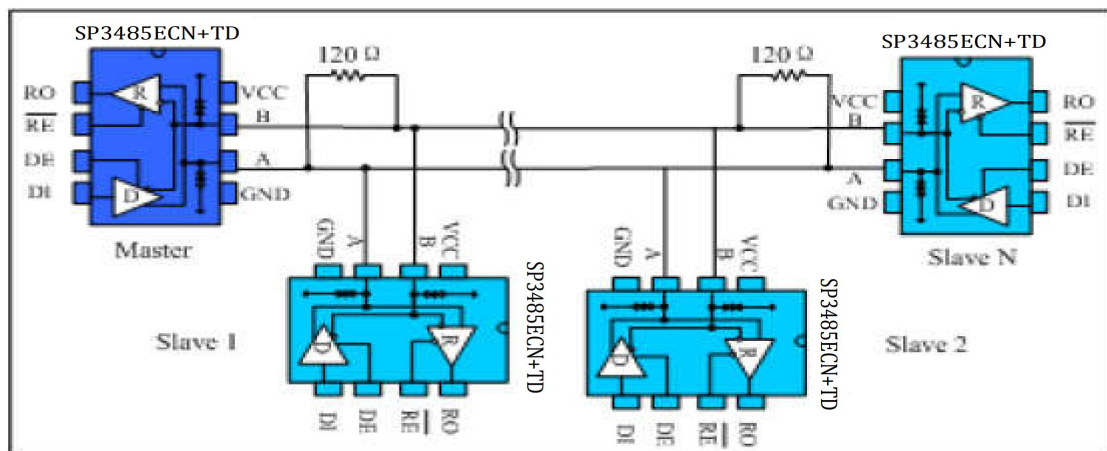

图 9 总线式 RS485 半双工通讯网络
4.1 总线式组网：SP3485ECN+TDRS485 收发器设计用于多点总线传输线上的双向数据通信。图 9 显示了典型网络应用电路。这些器件也能用作电缆长于 4000 英尺的线性转发器，为减小反射，应当在传输线两端以其特性阻抗进行终端匹配，主干线以外的分支连线长度应尽可能短。